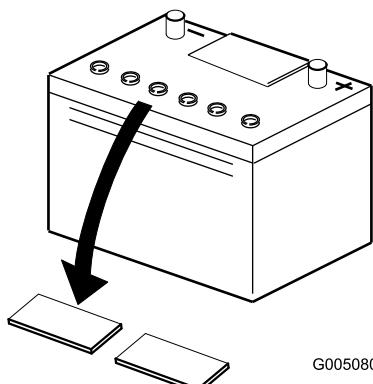

Figura 4
- Limpie la parte superior de la batería y retire los tapones de ventilación (Figura 4).